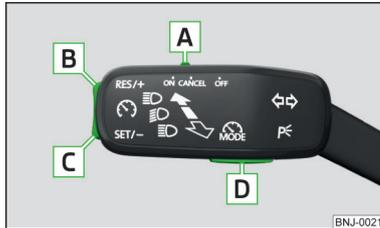

Fig. 128
**Vista general del sistema regulador del dispositivo de limitación de velocidad** » fig. 128